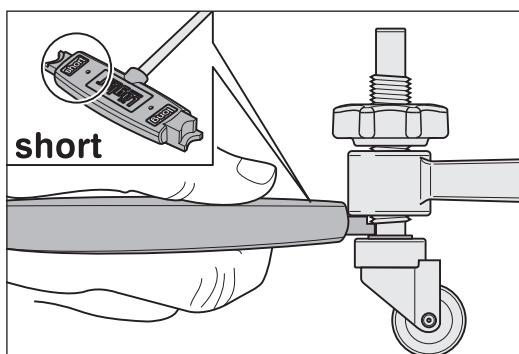
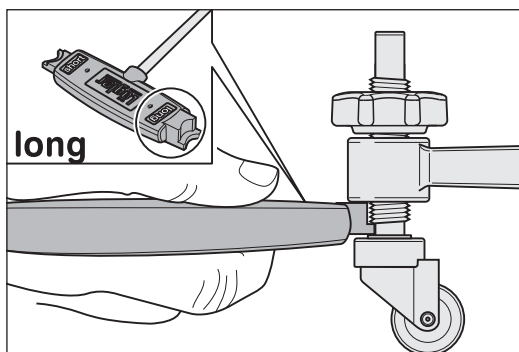

Bild 52 Standardinställning för den korta tillsatsen och hörntillsatsen.
Bild 53 Standardinställning för den långa tillsatsen.
- 4 Håll det inställningsmärke på universalnyckeln, som motsvarar den använda tillsatsen, mellan styrhjulet och flätkåpan. Texten på nyckeln måste kunna läsas uppifrån (bild 52 och bild 53).
- 5 Vrid nu styrhjulsaxeln i önskad riktning tills inställningsmärket ligger an på flätkåpan och styrhjulet (bild 52 och bild 53).